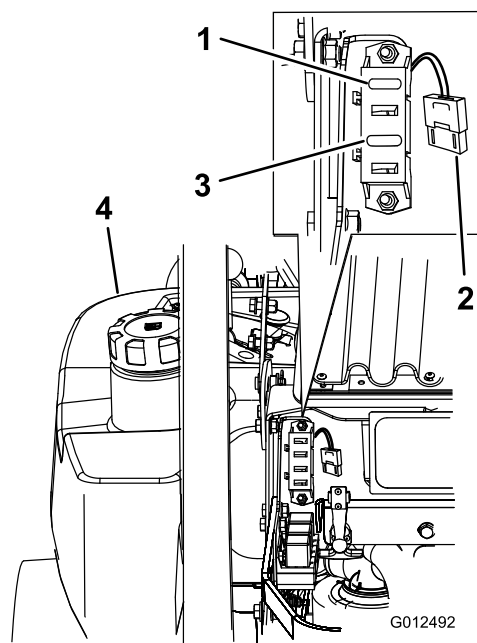

Figura 71
1. Destrane e levante o capot do motor para ter acesso ao porta-fusíveis (Figura 71).
3. Instale um novo fusível (Figura 71).